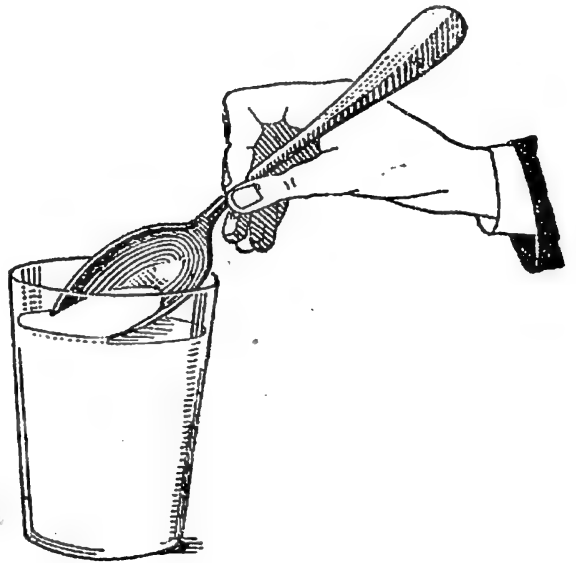

Fig. 3. — On peut recueillir la crème qui se forme sur le lait.
**4. La crème.** — Observons du lait que nous avons gardé une journée dans un verre. Il s'est formé à sa surface une couche jaunâtre, que nous pouvons retirer avec une cuiller : c'est la *crème* (fig. 3). Au-dessous, il reste le lait, qui a pris une couleur bleuâtre. La crème était évidemment dans le lait frais ; elle s'y trouvait à